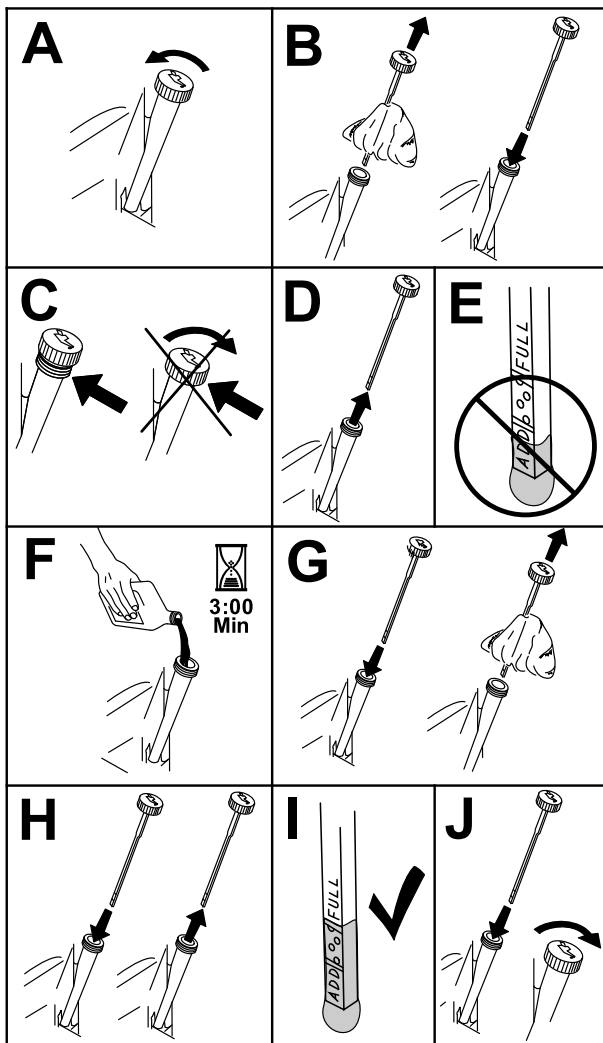

Figura 40
3. Para que no entre suciedad, recortes de hierba, etc., en el motor, limpie la zona alrededor del tapón de llenado/varilla de aceite antes de retirarlo (Figura 40).
3. Llene el cárter con el tipo correcto de aceite nuevo (Figura 40).